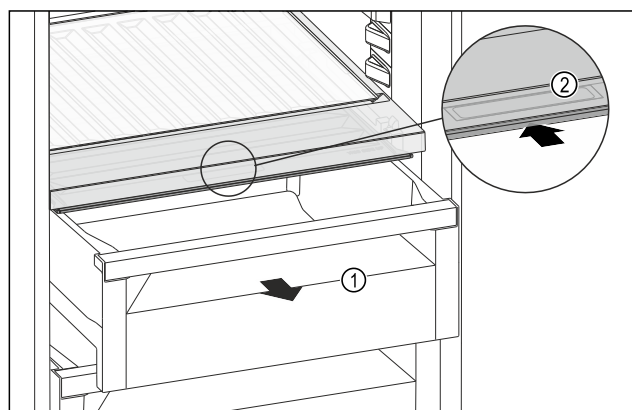

Fig. 149
- Izvlecite predal Fig. 149 (1).
- Primite prijemalno vdolbino Fig. 149 (2) na pokrovu predala in pokrov predala istočasno potisnite nazaj.